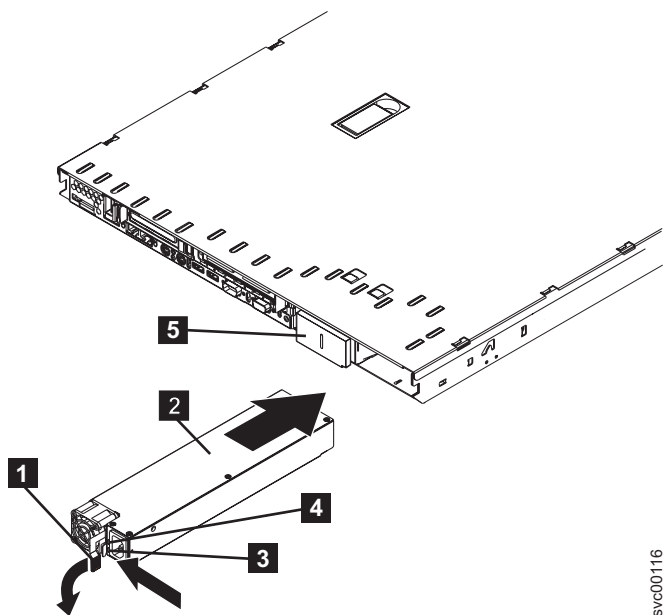

図 160. SAN ボリューム・コントローラー 2145-8F2 電源機構
- a. 電源機構の後部のハンドル **1** を下方に回して開位置にし、電源機構を電源機構ベイに向かってスライドさせます (196 ページの図 160 を参照)。